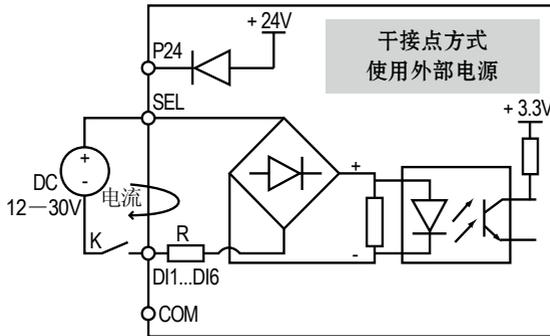

图 4-8 使用外部电源时干接点信号接线示意图
2. 使用外部电源时，接线如图 4-8 所示。（注意去除 SEL 与 P24 端子间的短路片）